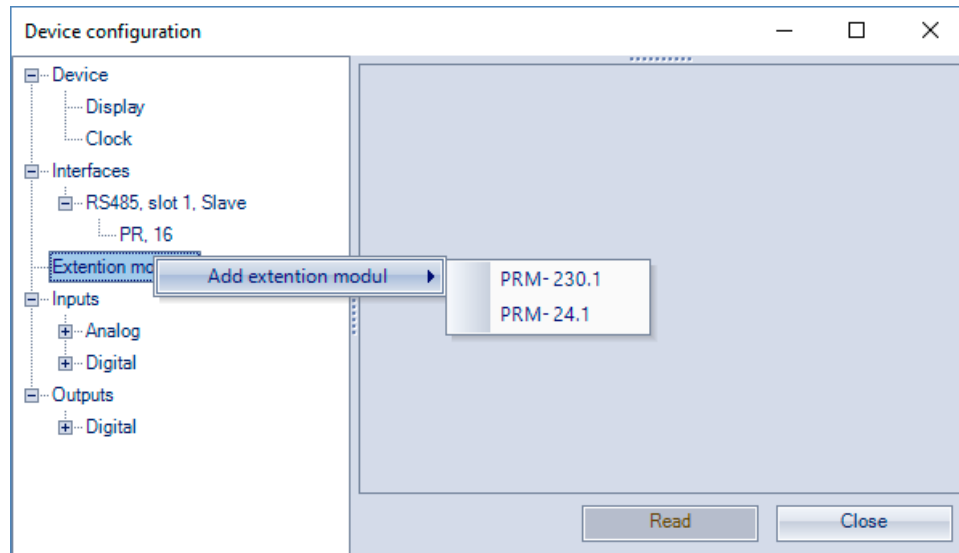

Fig. 5.1
- Agregar un módulo PRM utilizando el menú contextual (Fig. 5.1)